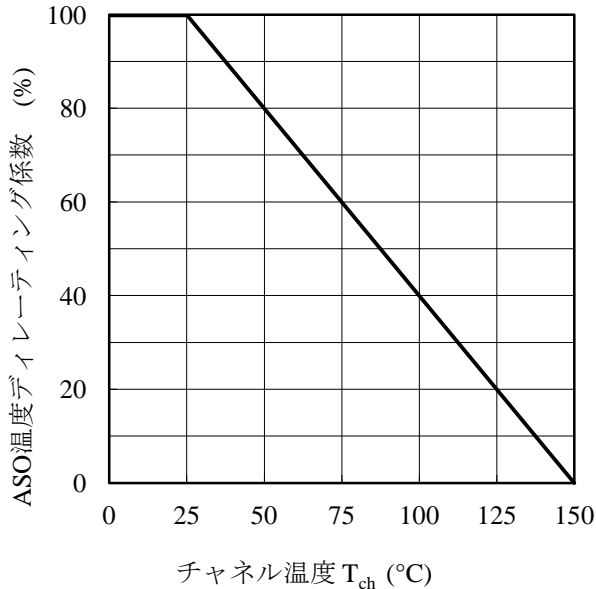

図 3-1 ASO 温度デイレーティング係数曲線
- IC を使用する際は、図 3-1 より温度デイレーティング係数を求め、ASO 曲線のデイレーティングを行います